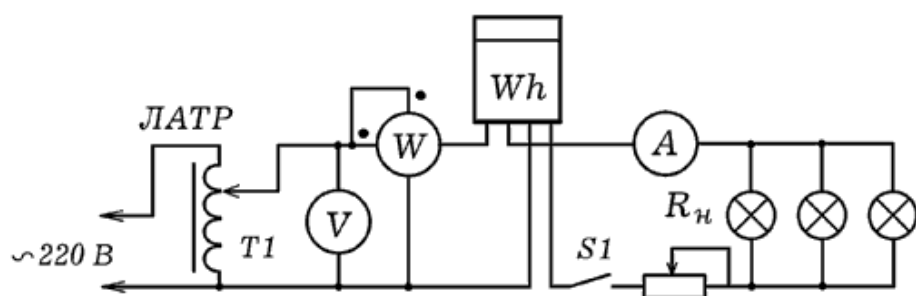

Рис. 8
1. Соберите схему, изображенную на рис. 8. Для этого к полюсам ЛАТРа последовательно подключите токовые обмотки ваттметра и счетчика электрической энергии, амперметр, нагрузку. После этого